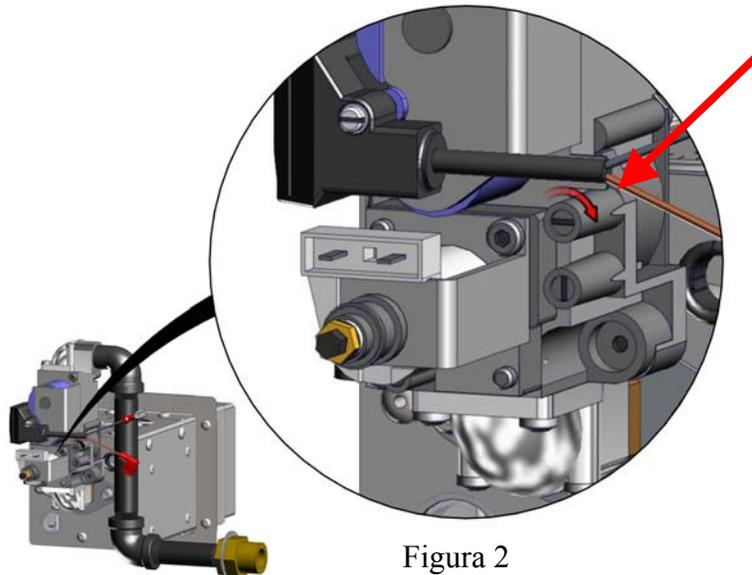

Figura 2
- Utilizando los botones de configuración, desplácese a través de los códigos de parámetros, cambiar para que coincidan (Figura 2)
- Apriete el tornillo en sentido horario hasta que quede apretado (Figura 2)